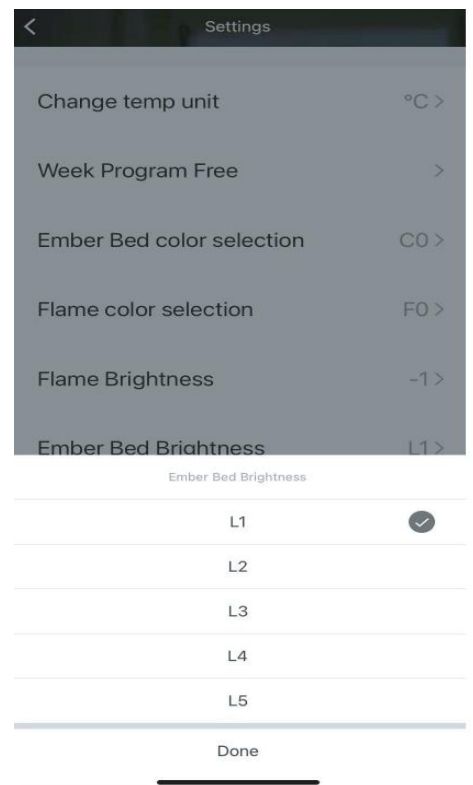

Abb. 14
9. Öffne die Flammen-Helligkeit (Flame Brightness), hier kannst du die Helligkeit der Flamme zwischen den Stufen L1 bis L5 einstellen, wie in Abbildung 14 dargestellt.